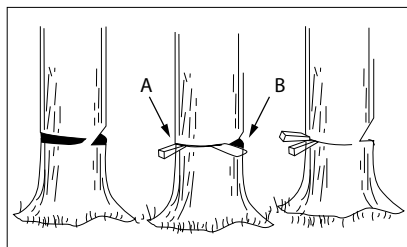

Рис. 16
Используйте деревянные или пластмассовые клинья (A), чтобы предотвратить заклинивание шины или цепи (B) в срезе. Клинья также управляют валкой (рис. 16).